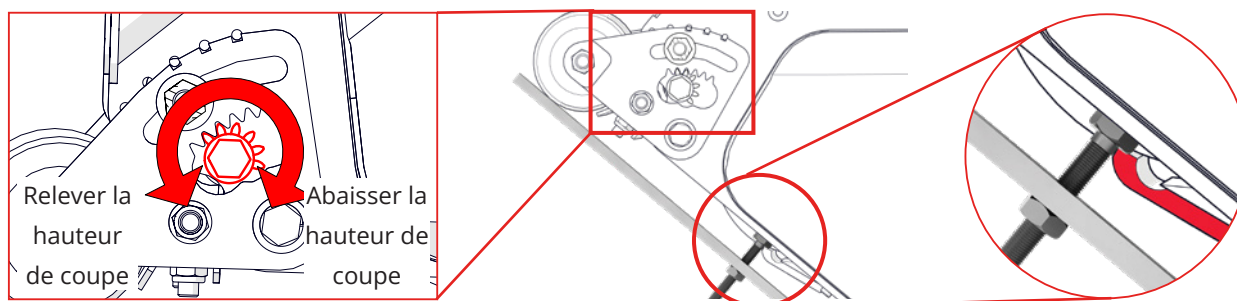

Fig. 8F - Tournez la roue dentée en plaçant la barre de réglage. Arrêtez quand la tête du boulon se trouve au niveau de la lame de coupe.
7. Tournez la roue dentée pour relever ou abaisser le rouleau avant. Lorsque vous procédez à cette opération, placez à nouveau la barre de réglage entre le rouleau avant et le rouleau arrière. Cessez le réglage lorsque la tête repose contre le bord de la lame de cisaillement (Fig. 8F). Serrez légèrement l'écrou de serrage supérieur.